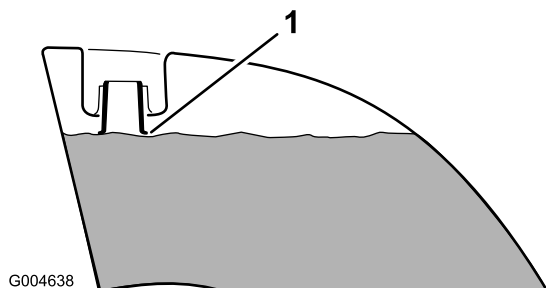

Figura 11
4. Aggiungete carburante in entrambi i serbatoi fin quando non è a livello con la base del collo del bocchettone (Figura 11). **Non riempite troppo i serbatoi.**